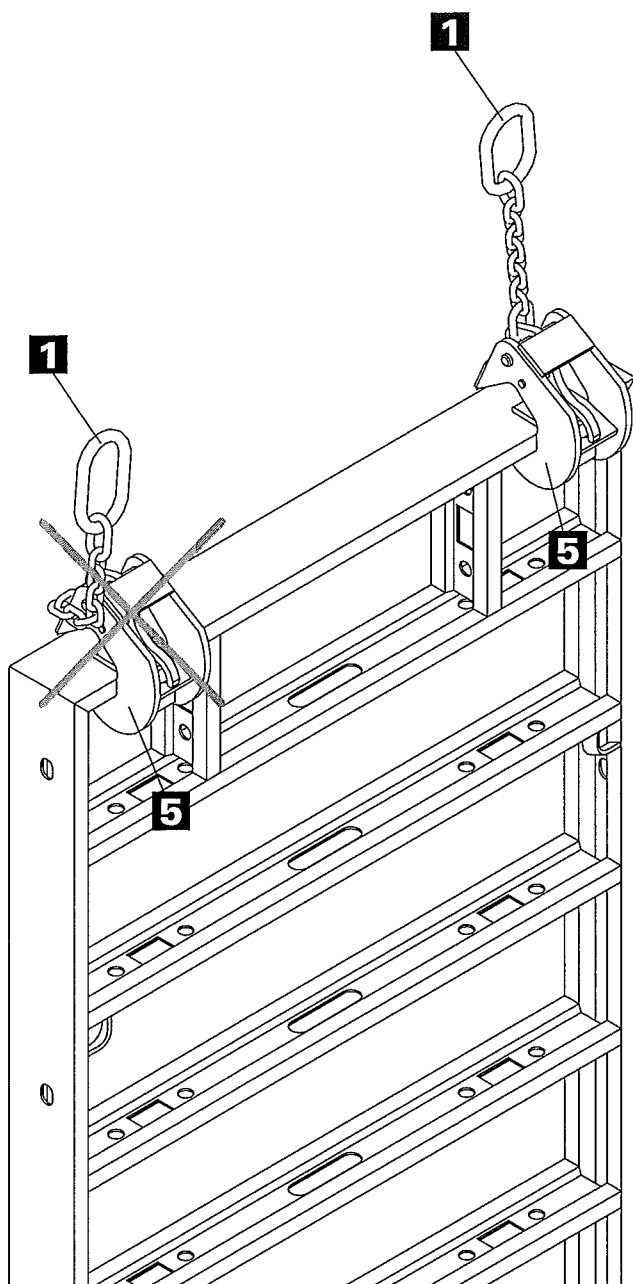

fig. 5
**La catena di sospensione **1** non deve incastrarsi nel carter **5** perchè altrimenti l'effetto di chiusura della molla a V può venire annullato ed il carico, dopo l'inizio del sollevamento, può scivolare via (fig. 5)!**